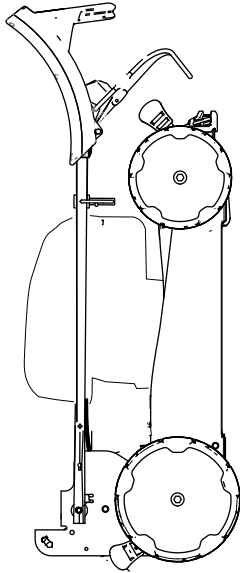

Bild 20
6. Heben Sie die Vorderseite der Maschine am Holm an und stellen sie in den Lagerplatz (Bild 20).